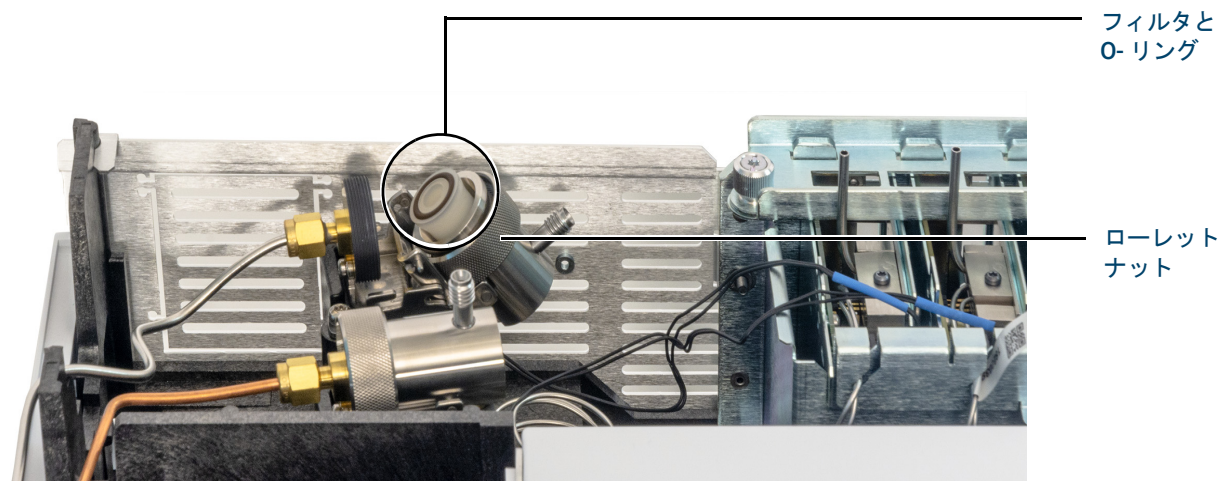

図 39. トラップアセンブリをスライドさせてフィルタが見えるようにする
- 図 39 に示すように、トラップアセンブリを固定用ブラケットからスライドさせ、上方に傾けてフィルタが見えるようにします。